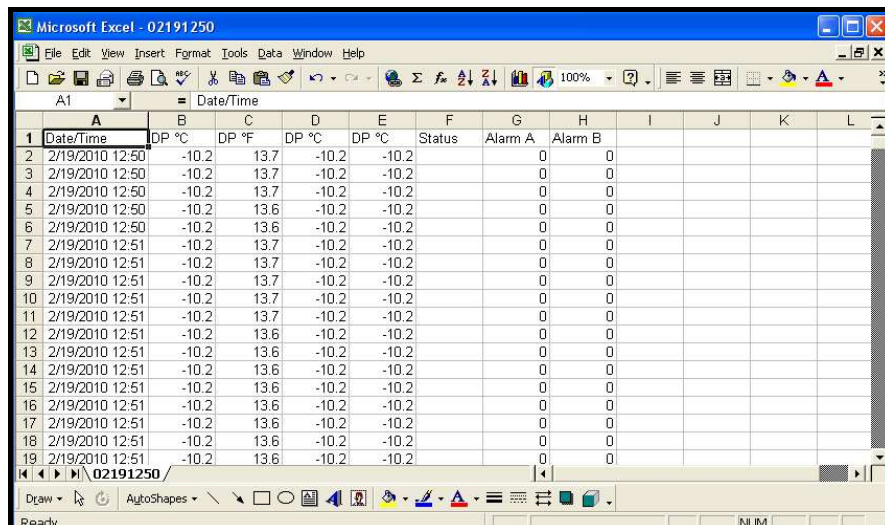

Abbildung 65: Erfolgreicher Excel-Import
5. Wenn die Einrichtung abgeschlossen ist, klicken Sie auf Fertig stellen. Ein Bildschirm ähnlich Abbildung 65 auf Seite 74 wird angezeigt.